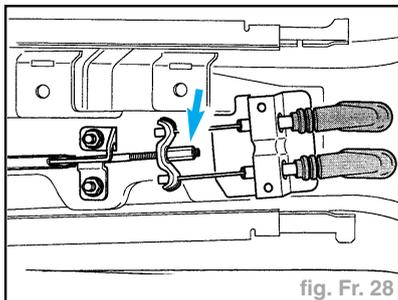

fig. Fr. 28
- Serrer l'écrou de rattrapage (flèche) jusqu'à ce qu'il soit difficile de faire tourner les roues avec la main (fig. Fr. 28).